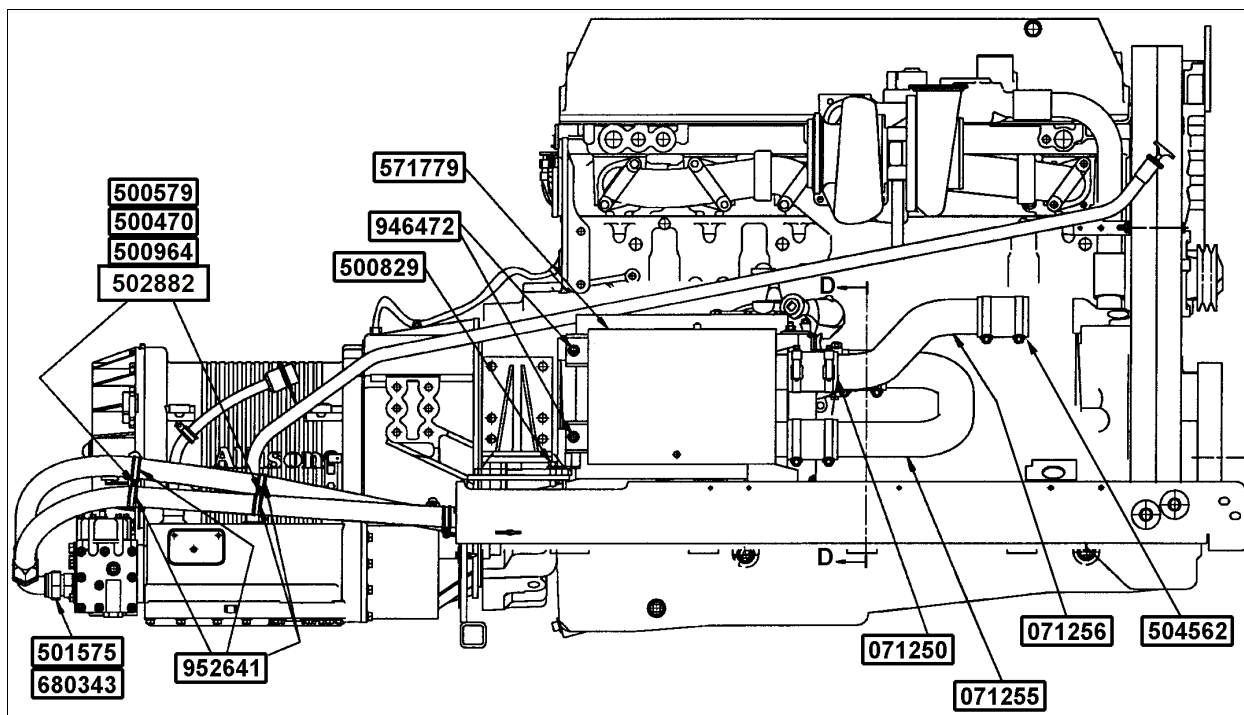

FIGURE 1
6. Installer les différentes pièces comme indiqué aux figures 1 à 5.